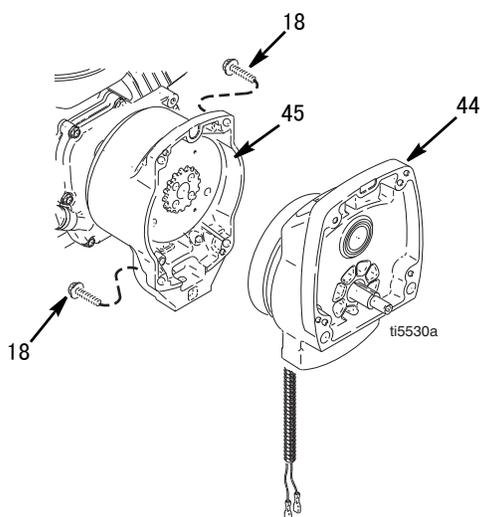
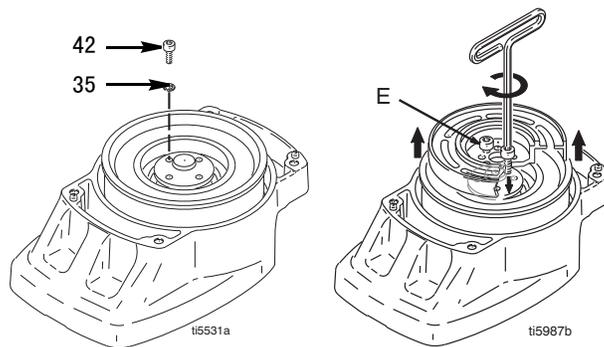

图 4
图 5
4. 图 4. 卸下四个螺钉 (18) 和小齿轮组件 (44)。
5. 图 5. 将小齿轮组件 (44) 放在工作台上, 转子端朝上。
6. 卸下四个螺钉 (42) 和防松垫圈 (35)。将两个螺钉旋入转子的螺孔 (E) 内。交替拧紧螺钉直至转子脱出。
9. 图 5. 将小齿轮组件放在工作台上, 转子端朝上。
10. 将 Locktite 涂抹到螺钉上。装上四个螺钉 (42) 和防松垫圈 (35)。用 125 磅英寸的扭力交替拧紧螺钉直到转子固定。利用螺孔来稳住转子。
11. 图 4. 用四个螺钉 (18) 装小齿轮组件 (44)。
① 离合器外罩的正面
② 1.550 ± 0.010 英寸 ($39.37 \pm 0.25 \text{ mm}$)
③ 用 125 ± 10 磅英寸 ($14 \pm 1.1 \text{ N} \cdot \text{m}$) 的扭力拧紧
④ 这边的斜面